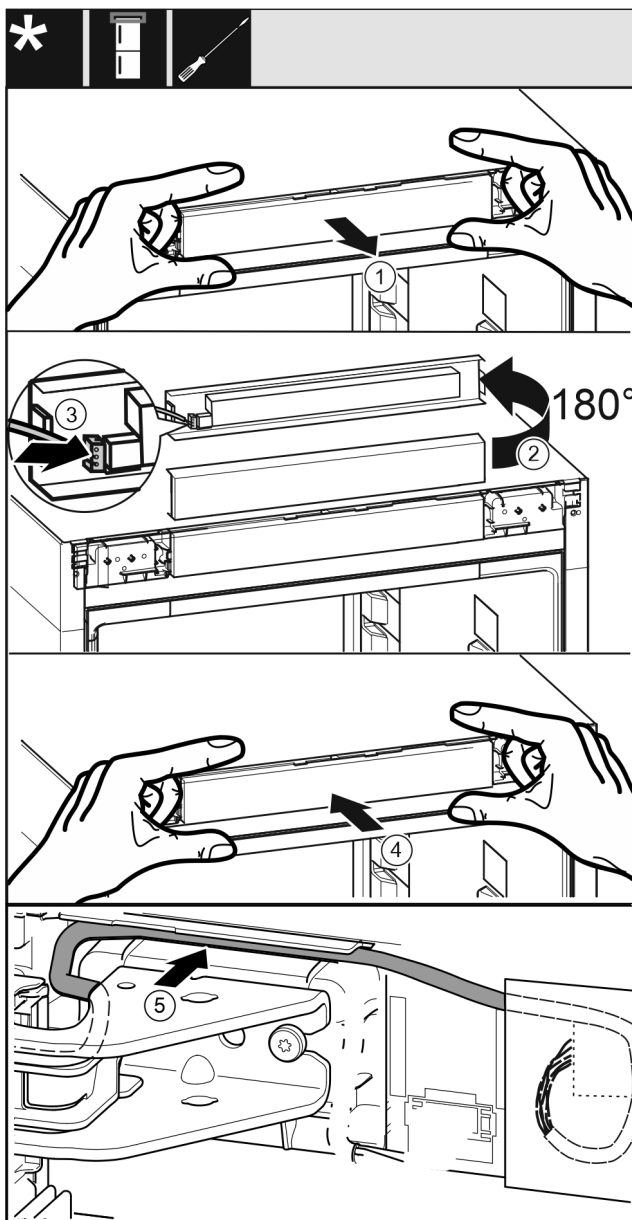

Fig. 31
- ▶ Nxirrni jashtë me kujdes panelin mbulues të komandimit Fig. 31 (1).
- ▶ Rrotulloni panelin mbulues të komandimit Fig. 31 (2) me 180° për lart.
- ▶ Mbërtheni spinën Fig. 31 (3) në panelin mbulues të komandimit.
- ▶ Mbërtheni sërish në pajisje panelin mbulues të komandimit Fig. 31 (4).
- ▶ Shtroni me kujdes kabllon Fig. 31 (5) në udhëzuesin mbi bazamentin mbështetës lart.